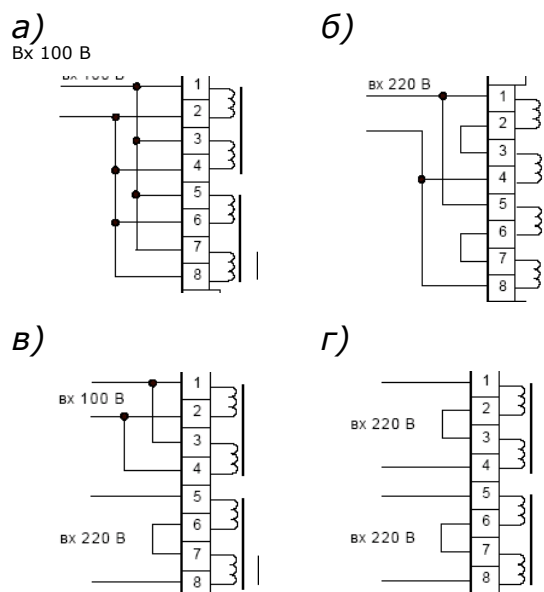

Рис. 11 Варианты подключения входов напряжения
- оба трансформатора подключены к одному и тому же источнику напряжения 100 В (рис. 11, а);
- оба трансформатора подключены к одному и тому же источнику напряжения 220 В (рис. 11, б);
- трансформаторы подключены к двум источникам с разным напряжением - 100 В и 220 В (рис. 11, в);
- трансформаторы подключены к двум разным источникам с одинаковым напряжением (220 В как на рис. 11, г или 100 В).